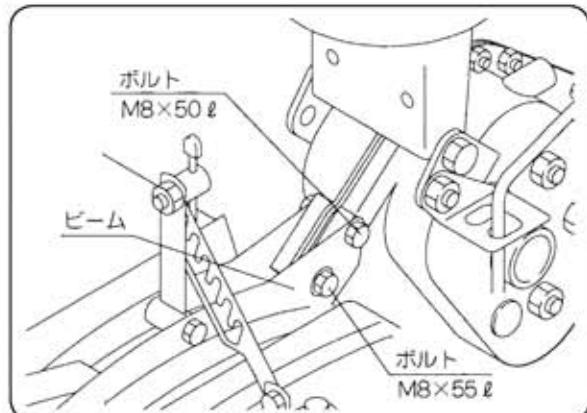

図51
- ① ビーム取付ボルト2本（M8×50ℓ、M8×55ℓ各1本）のナットを緩めてください。 (図51)